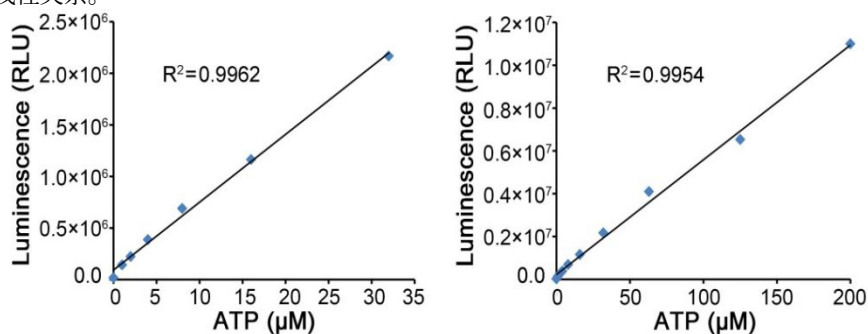

图2. 化学发光法激酶活性检测试剂盒ATP标准曲线。实测数据会因检测仪器等的不同而存在差异，图中数据仅供参考。
- 根据标准曲线计算出样品孔中剩余的ATP量，随后根据酶活力的定义计算出酶活性。ATP标准曲线可以参考图2，在0-200 $\mu$ M范围内存在良好的线性关系。